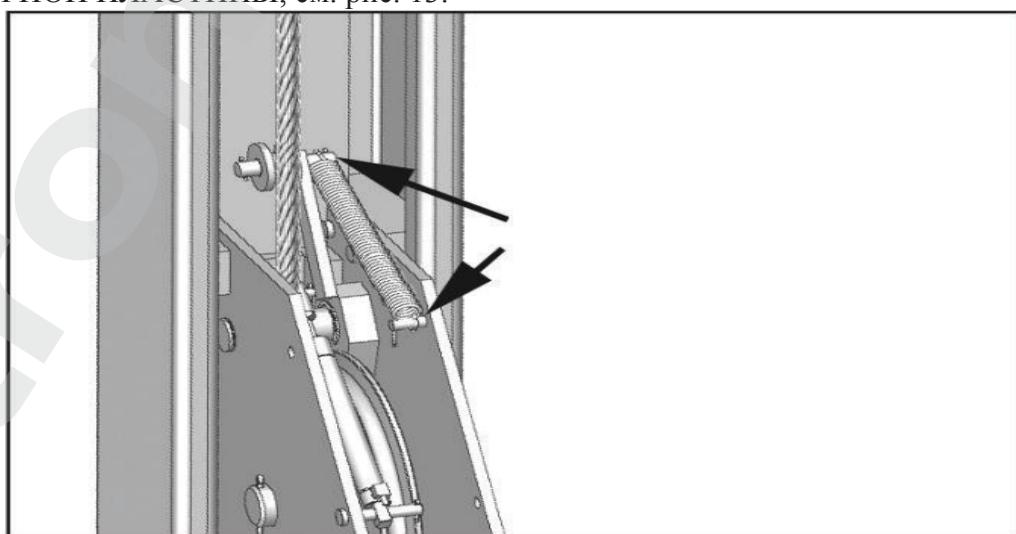

Рис. 13
1. Проверьте концы пружин прижимной пластины, убедитесь, что они не повреждены и надежно закреплены. НЕ ПЫТАЙТЕСЬ ПОДНИМАТЬ ПОДЪЕМНИК, ЕСЛИ ПРУЖИНЫ НЕ ЗАКРЕПЛЕНЫ И РОЛИКИ НЕ НАХОДЯТСЯ НА РАССТОЯНИИ ОТ СТОПОРНОЙ ПЛАСТИНЫ, см. рис. 13.